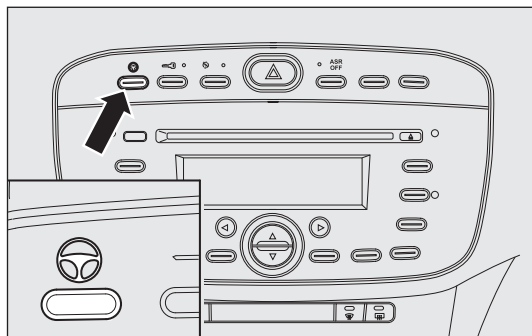

fig. 109
- ☐ l'allumage de l'inscription CITY sur le bouton, après la pression sur le bouton même fig. 109.